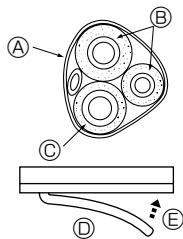

Fig. 5-5
- 在连接管道下方，依对角布设排水管。(Fig. 5-5)
- ① 管道带
- ② 制冷剂管道
- ③ 排水管
- ④ 管道向外弯曲
- ⑤ 推